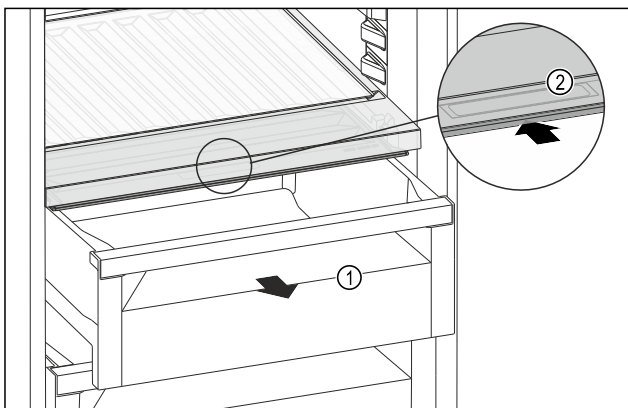

Fig. 123
- Retirer le tiroir Fig. 123 (1).
- Saisir la poignée encastrée Fig. 123 (2) du couvercle du compartiment et pousser le couvercle du compartiment vers l'arrière.